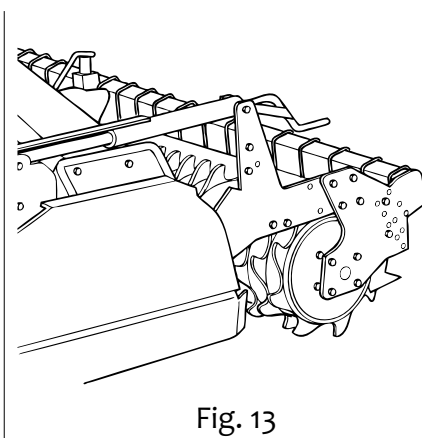

Fig. 13
2. Con cilindros de tornillo (Fig. 13). Esta solución se efectúa con dos cilindros de tornillo ubicados en las extremidades de la máquina y regulables con varilla graduada. Alzando el rodillo se aumenta la profundidad de trabajo y bajándolo disminuye.